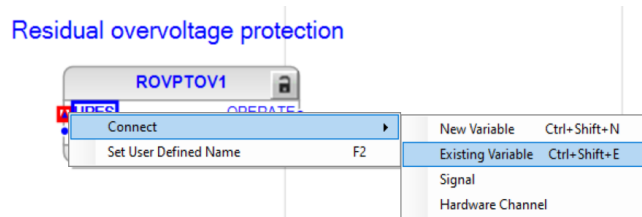

Imagen 270_Conexión de una nueva variable a la entrada del bloque ROVPTOV1.
4.1.38 En el bloque damos clic derecho en la entrada del bloque de protección “URES”, seleccionamos “Connect - Existing Variable” como se observa en la **Imagen 270**.